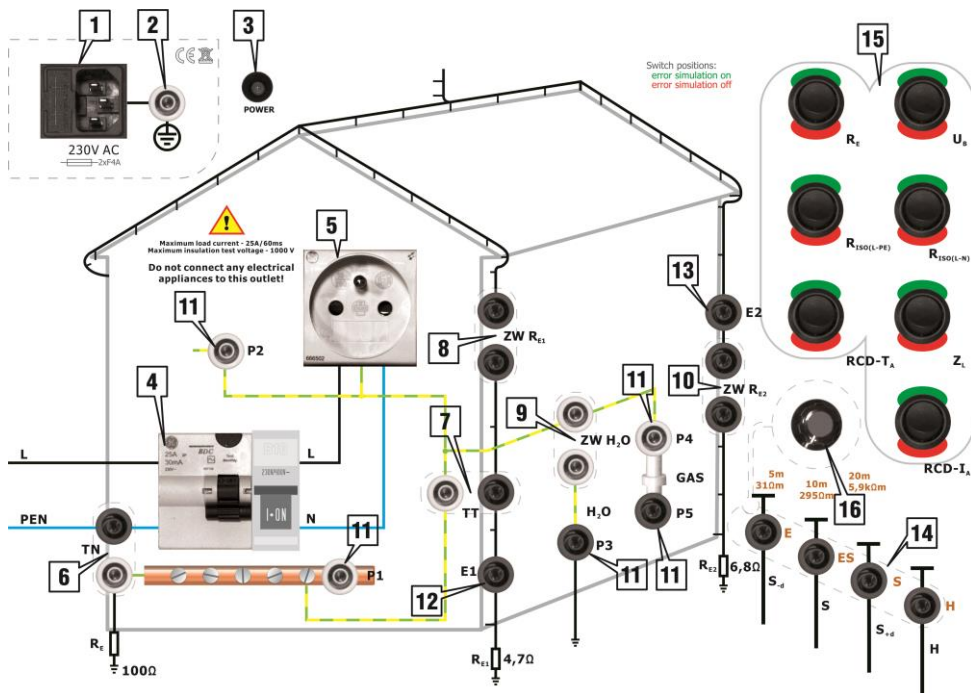

Fig. 1. Distribución de elementos del panel en el Tablero de Demostración DB-1.
- seleccionar el tipo de red **TT** o **TN** utilizando el puente en el lugar adecuado (Fig. 1,